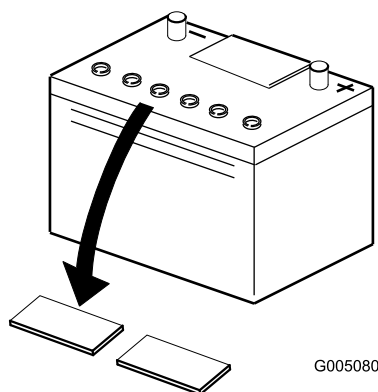

Рисунок 7
- Очистите поверхность аккумулятора и снимите вентиляционные пробки (Рисунок 7).